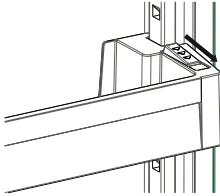

Fig. 1
**Para cambiar la posición del Adapti-Lift**, coja la parte inferior de la estantería y tire de los botones laterales de la estantería de la puerta en la dirección de la flecha (Fig. 1)